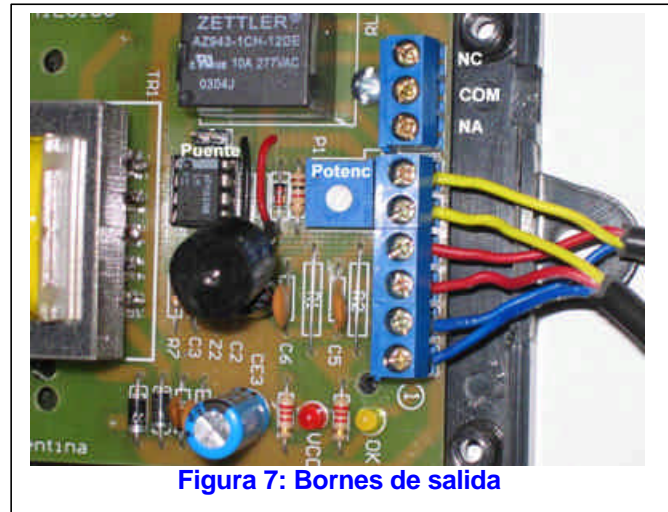

Figura 7: Bornes de salida
Tal como se ven en la figura 7 hay tres terminales que corresponden a los contactos normal abierto (NA), común (COM) y normal cerrado (NC) del relé de salida. Es importante resaltar que mientras el equipo está energizado y los haces lumínicos no están interrumpidos el terminal NA estará cerrado (eléctricamente unido al COM) pues el relé, en esta condición, está energizado.